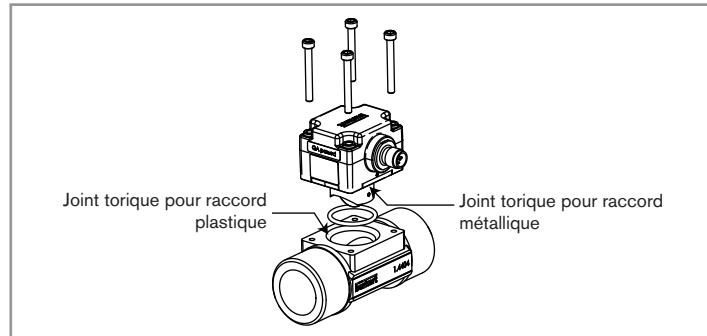

Fig. 28 : Vue éclatée du 8012
- Insérer le nouveau joint torique (voir Fig. 28).